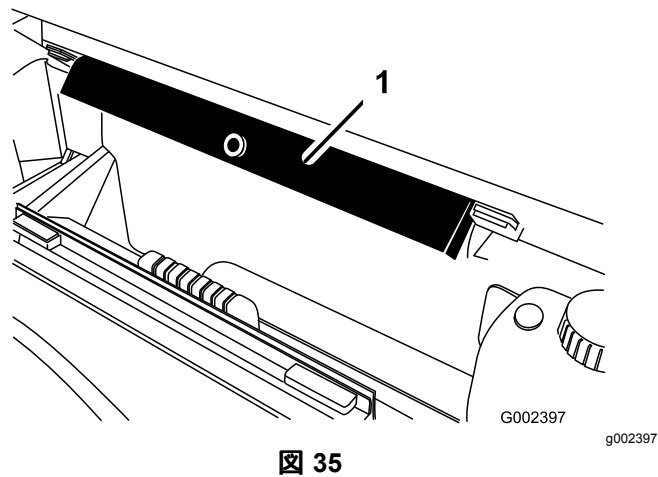
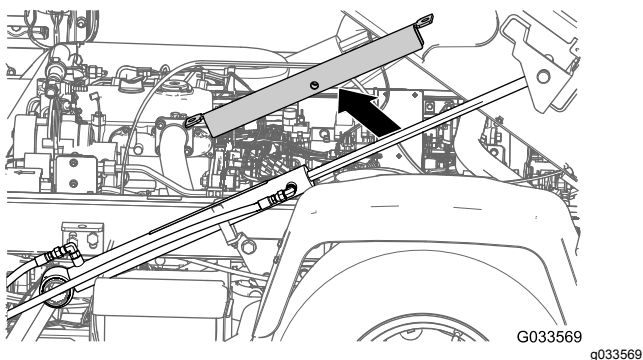

図 35
図 34
2. 昇降シリンダから荷台サポートを外し、サポートをROPSパネルの裏側にある収納ブラケットに収納する 図 34 と 図 35。